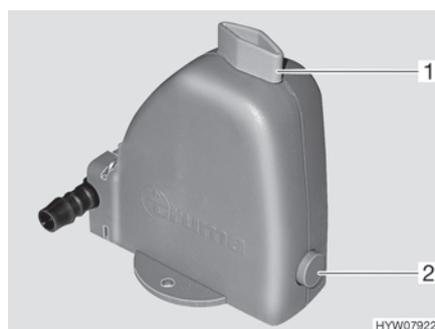

Fig. 79 Válvula de seguridad/purga
La calefacción está equipada con una válvula de seguridad/purga (Fig. 79). La válvula de seguridad/purga evita que el agua para la preparación de agua caliente se congele cuando no esté conectada la calefacción en caso de congelación.
- Cerrar la válvula de seguridad/purga. Para ello, girar el botón giratorio (Fig. 79,1) a la posición transversal en referencia a la válvula de seguridad/purga y hundir el botón (Fig. 79,2).
- Abrir la válvula de seguridad/purga. Para ello, girar el botón giratorio (Fig. 79,1) a la posición longitudinal en referencia a la válvula de seguridad/purga. El botón (Fig. 79,2) salta hacia fuera. El depósito de agua sanitaria se vacía hacia fuera a través de la válvula de seguridad/purga.